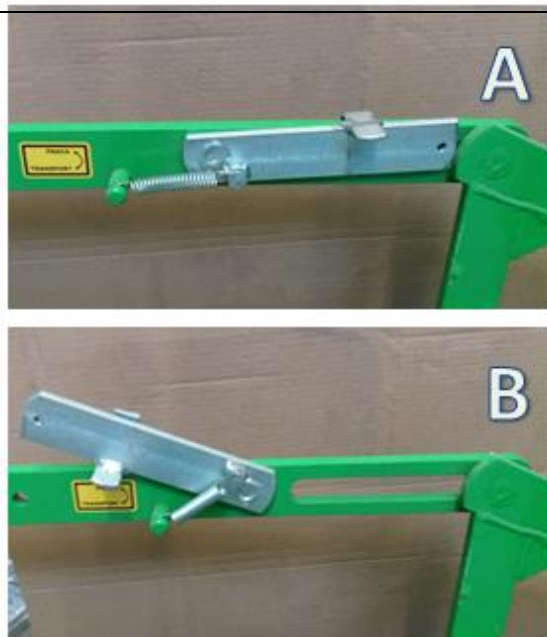

Fig.3.1: Dispositivo di blocco (posizione da lavoro A - posizione da trasporto B)
2. Rimuovere il dispositivo di blocco dalla posizione da lavoro (fig.3.1/A).
3. Il dispositivo di blocco deve essere disposto in posizione da trasporto (fig.3.1/B).
2. Remove the safety device from the top pivot of the suspension frame (fig.3.1/A).
3. The interlock must be set in the transport position (fig.3.1/B).
- Rimuovere il dispositivo di blocco dalla posizione da lavoro (fig.3.1/A),
3. Nella versione con asta meccanica, mettere il dispositivo di blocco nella posizione da lavoro (fig.3.1/A).
3. In the version with rods, set the interlock in the operational position (Fig.3.1/A).